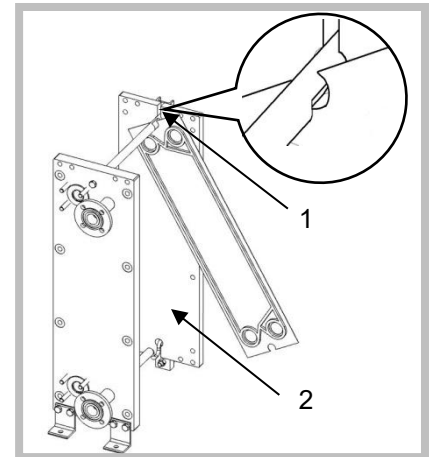

Figura 34
2. Portare singolarmente le piastre di scambio calore nell'area delle barre portanti verso i supporti, dove è presente una fresatura [1]. In quest'area, le piastre di scambio calore, a seconda della costruzione della barra portante inferiore, possono essere spostate lateralmente e infine rimosse dal telaio, verso il basso (Figura 34).